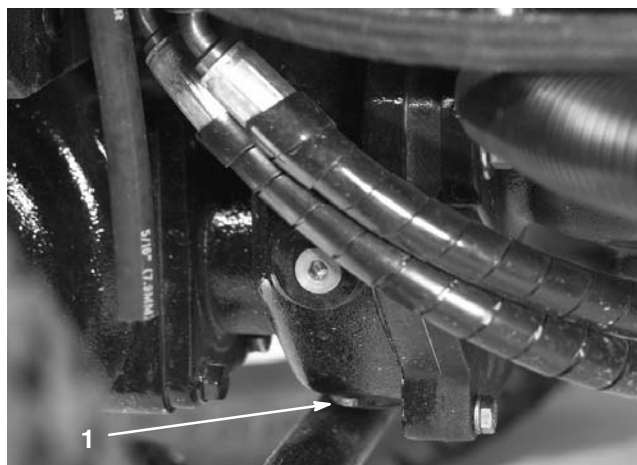

Figure 72
5. Nettoyez la surface autour du bouchon de vidange au bas du boîtier d'engrenages (Fig. 72).